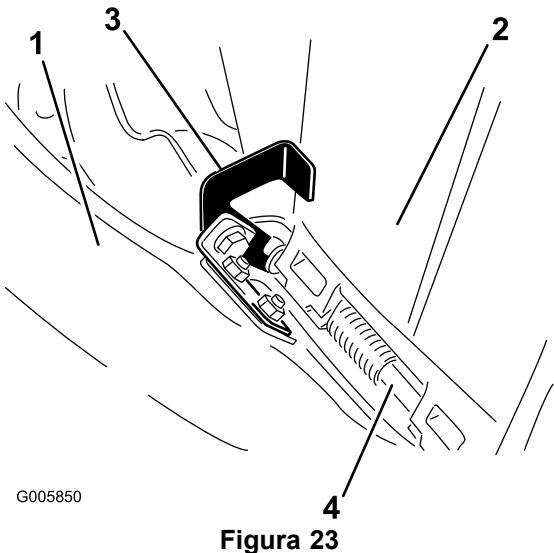

Figura 23
- Sopra la guida di scarico, posizionate il fermo a guisa di gancio attorno all'asta di rotazione del deflettore, come illustrato nella (Figura 23).